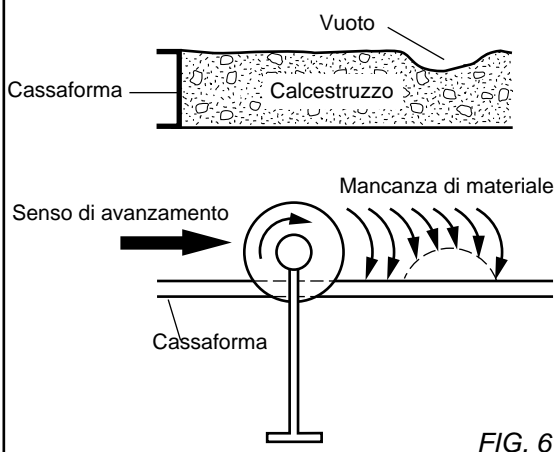
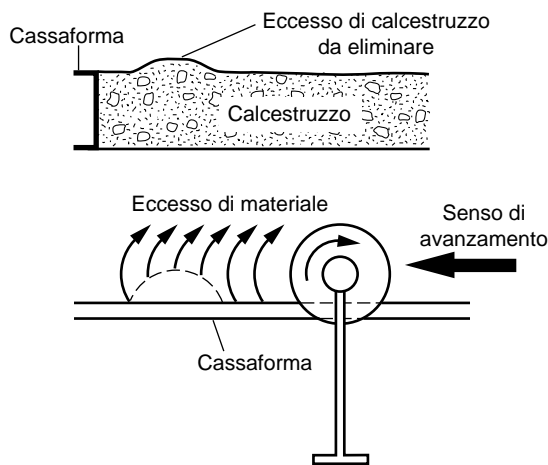

FIG. 6
FIG. 7
- Alcuni difetti superficiali possono obbligare l'operatore a procedere diversamente. Le gobbe e i vuoti esistenti dopo la messa in forma possono essere corretti durante il lavoro di sgrossatura. I buchi potranno venire riempiti girandoci intorno, in senso orario (**VEDI FIG.6**). Per le gobbe, operare inversamente (**VEDI FIG.7**).